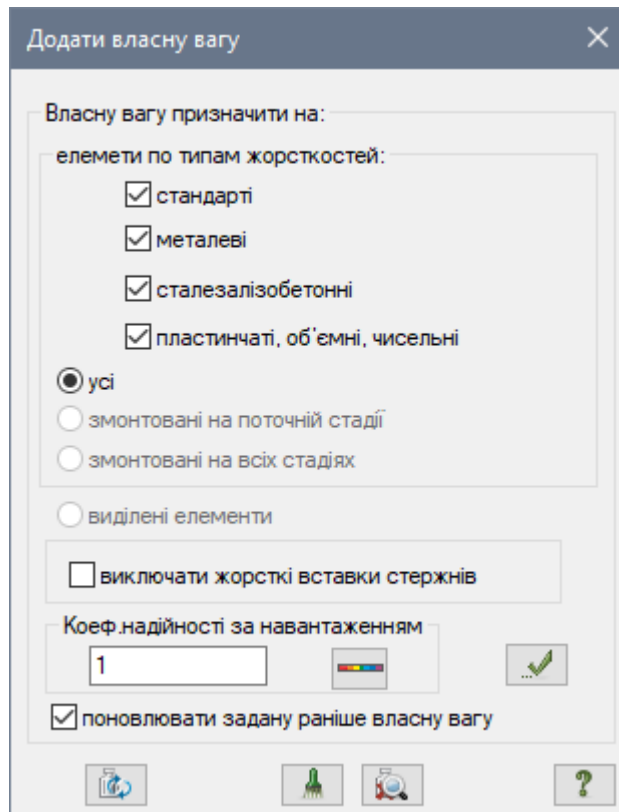

Рис. 21.16. Діалогове вікно **Додати власну вагу**
- Натисканням по кнопці  – **Додати власну вагу** (панель **Навантаження** на вкладці **Створення та редагування**) викличе діалогове вікно **Додати власну вагу** (рис. 21.16).